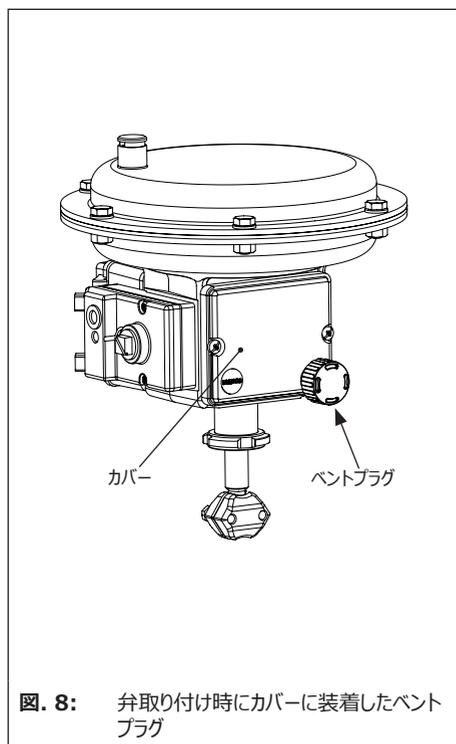

図. 8: 弁取り付け時にカバーに装着したベントプラグ
8. カバー (11) を反対側に取り付けます。調節弁を取り付けるときに、回収された凝縮水を排出できるようにベントプラグが下部に取り付けてあることを確認してください (図 . 8)。
5. アクチュエータのフェールセーフ位置「アクチュエータ軸出」または「アクチュエータ軸入」を示すアクチュエータシンボルに一致する位置に、接続ブロックの側面から突き出たガスケット (16) の先端があることを確認してください。該当しない場合には、3 本の固定ねじを緩め、カバーを持ち上げて外します。ガスケット (16) を 180°回転させ、再度取り付けます。
6. 関連するシールを用いた接続ブロック (12) をポジションおよびアクチュエータヨークに押しつけ、ねじ (12.1) で固定します。
8. カバー (11) を反対側に取り付けます。調節弁を取り付けるときに、回収された凝縮水を排出できるようにベントプラグが下部に取り付けてあることを確認してください (34 ページの図 . 8 を参照)。